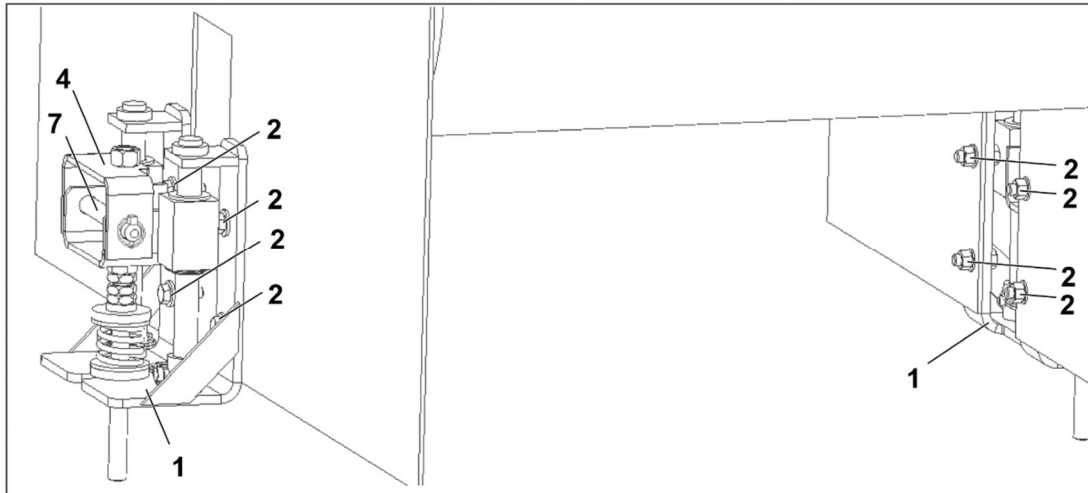

Рис. 13
1. Вверните натяжное устройство (1, Рис. 13) в установочные отверстия (2, Рис. 13) с обеих сторон стенки желоба.
2. Снимите транспортировочный болт (7, Рис. 13) с монтажного кронштейна (4, рис. 13).